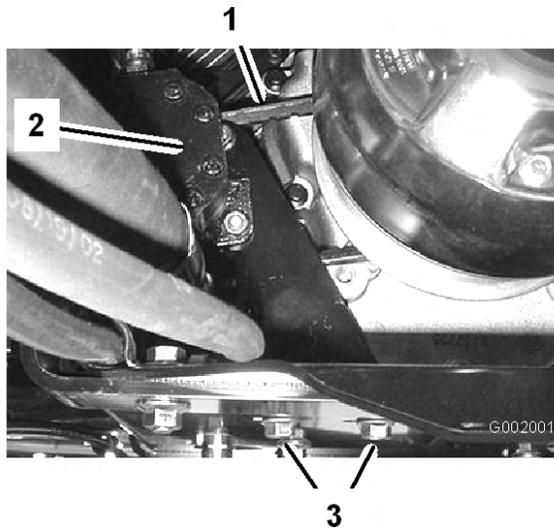

Figura 61
- Desaperte os parafusos de montagem da bomba de direcção (Figura 61).